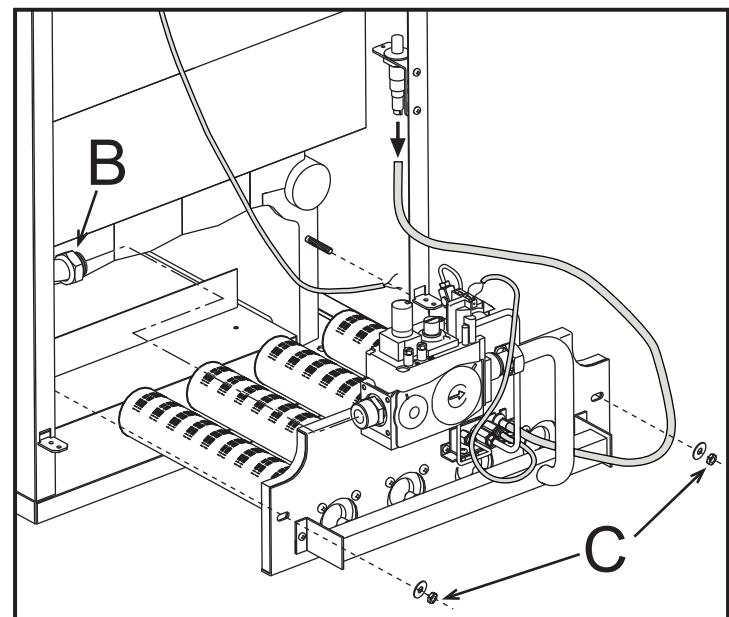

рис. 5
- Развинтите гайку "B" крепления трубы подвода газа перед газовым клапаном (рис. 5).